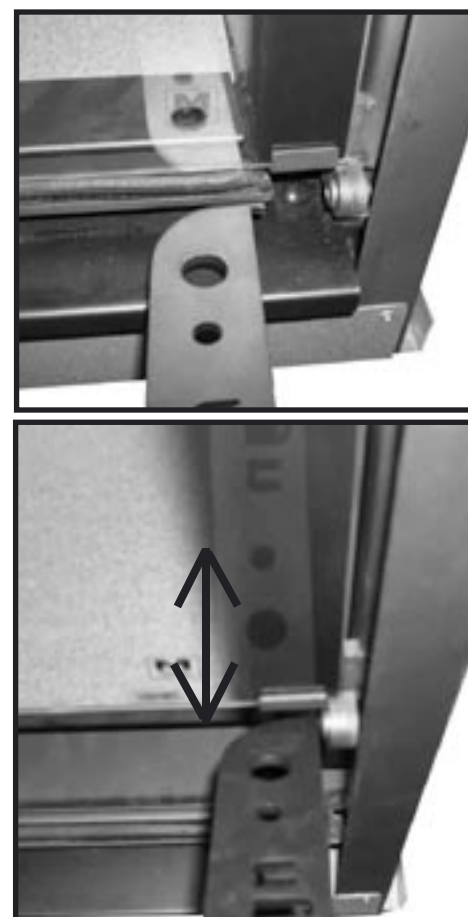

FIG. 2
- Controleer de goede werking van de liftdeur alvorens de Luna GOLD CLASSIC in te bouwen. (zie Fig.2)